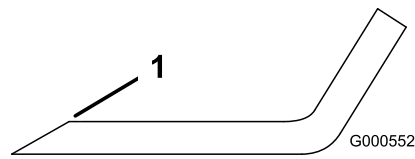

図 82
1. ブレードは、左右の刃先をやすりで磨く 図 82。
**注** もし傾くようなら、重い方の裏面を少し削って調整する 図 82。